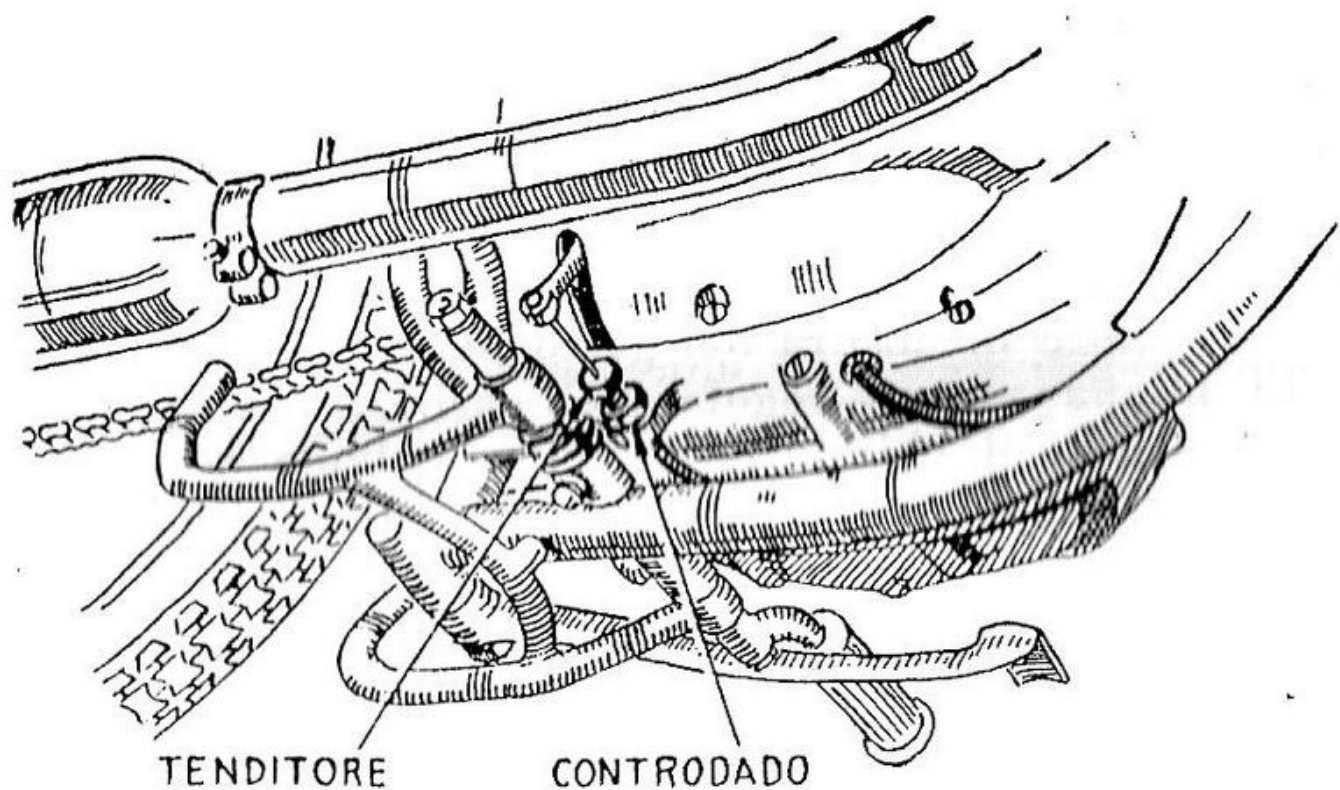
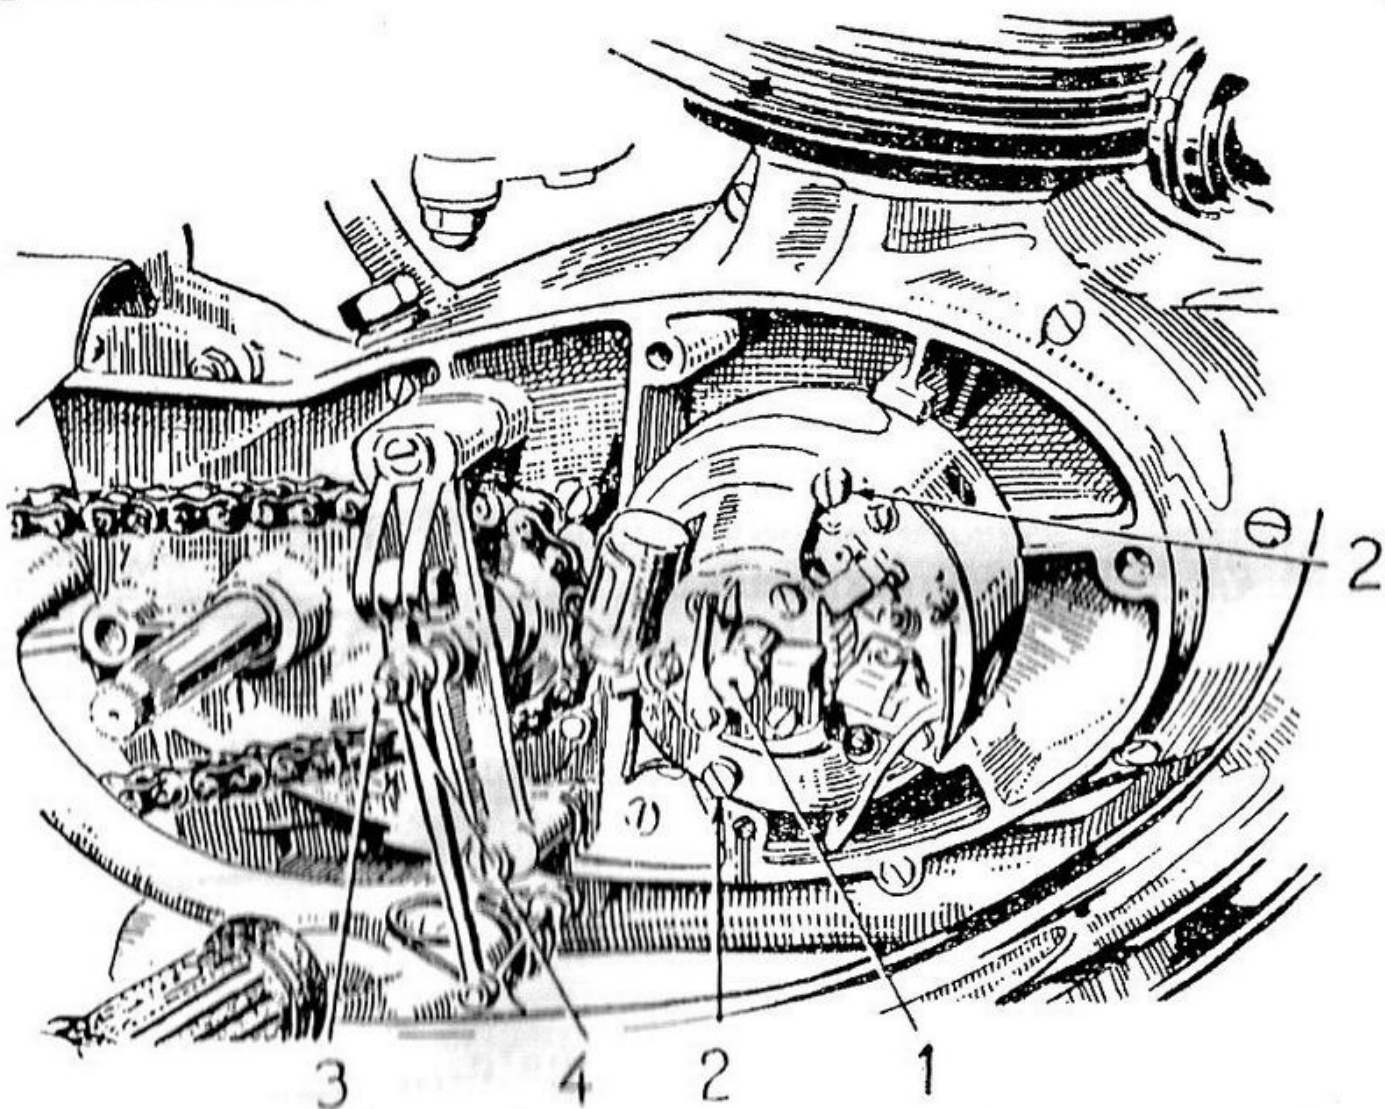

Fig. 6. - Regolazione della trasmissione flessibile comando frizione.
Fig. 11. - Motore col coperchio laterale sinistro smontato.
Il tenditore si trova sotto il carter motore: avvitando si tende la trasmissione, svitandolo la si allenta (fig. 6). E' munito di contro dado. Se il tenditore è a fine corsa, conviene allentarlo completamente e agire sulla vite di regolazione posta sulla leva di comando interna al carter (fig. 11). A regolazione avvenuta stringere bene i contro dadi.
Se si notasse che il collettore è rigato e che deve essere tornito, occorre smontare la dinamo. L'indotto è fissato all'albero motore con la vite (1) visibile sulla fig. 11: dopo tolta la vite, va sfilato con l'apposito estrattore. La carcassa, che va tolta per prima, è fissata al carter motore mediante le due viti (2).